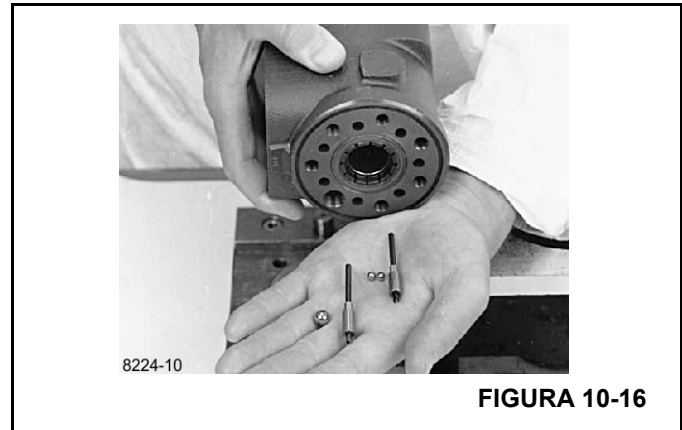

FIGURA 10-16
5. Remova a placa de distribuição (12).
6. Remova a bucha rosqueada (4) sobre a válvula de segurança.
7. Remova o anel de vedação (11).
8. Agite para fora os pinos e esferas da válvula de segurança e da válvula de sucção (Figura 10-16).